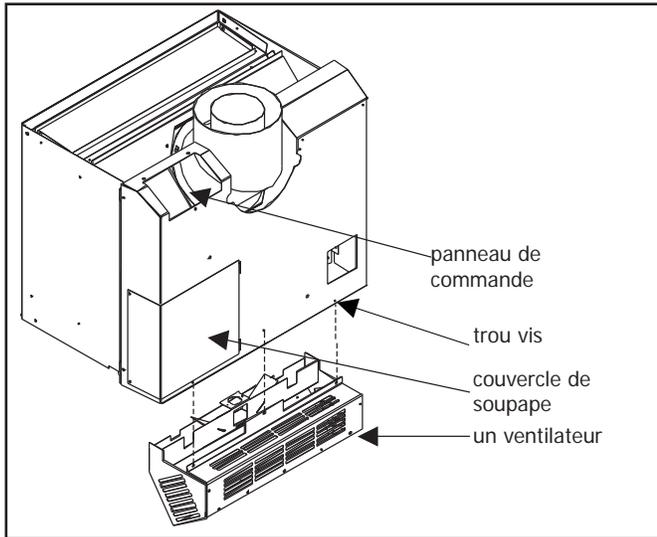

Figure 52: Installation facultative du ventilateur (ventilateur).
2. Placez l'assemblage du ventilateur derrière l'unité et fixez-le avec les trois vis fournies (comme illustré à la Figure 52).